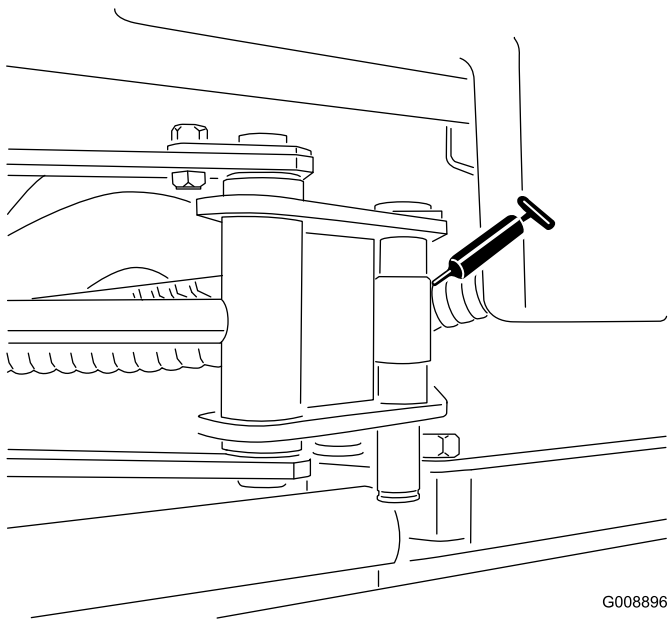

Bild 49
- SideWinder-Zylinderenden (2; nur Modell 03170) (Bild 49)